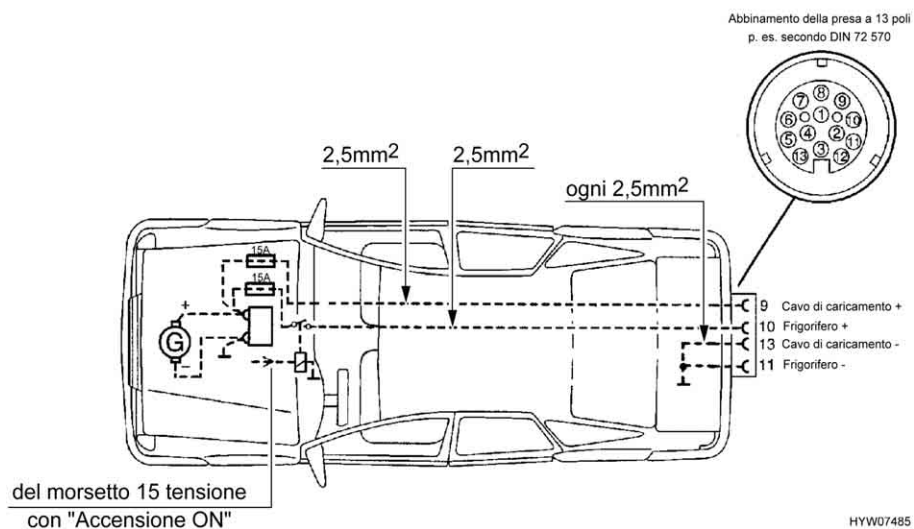

Fig. 91 Installazione per veicolo trainante
- ▷ Attrezzare la motrice con le sezioni di cavo relative e con un relais per l'alimentazione elettrica (comandata tramite accensione) (vedi Fig. 91).